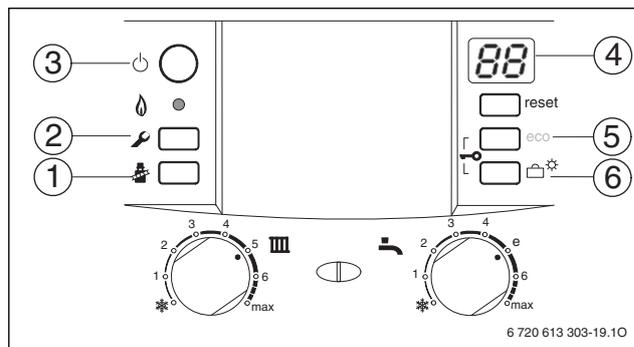

Рис. 42 Обзор элементов управления
- ▶ Нажимать кнопку (5) или кнопку (6) (→ рисунок 42) до тех пор, пока не будет отображена необходимая сервисная функция.
- ▶ Одновременно нажимать кнопки (5) и (6) (→ рисунок 42) в течение 3 секунд (на дисплее будет отображено ) до тех пор, пока на дисплее снова не отобразится комбинация цифра.буква, напр. 8.A.
- ▶ Нажимать кнопку (5) или кнопку (6) (→ рисунок 42) до тех пор, пока не будет отображён необходимый параметр сервисной функции.
- ▶ Одновременно нажимать кнопки (5) и (6) (→ рисунок 42, страница 28) в течение 3 секунд (на дисплее будет отображено ) до тех пор, пока на дисплее не отобразится функция первого уровня, напр., 1.A.
- ▶ Отвинтить пробку на измерительном патрубке для измерения давления перед форсункой (3) (→ стр. 34) и подсоединить U-образный манометр.
- ▶ Нажимать кнопку (5) или кнопку (6) (→ рисунок 42, страница 28) до тех пор, пока не будет отображено необходимое давление перед форсункой.